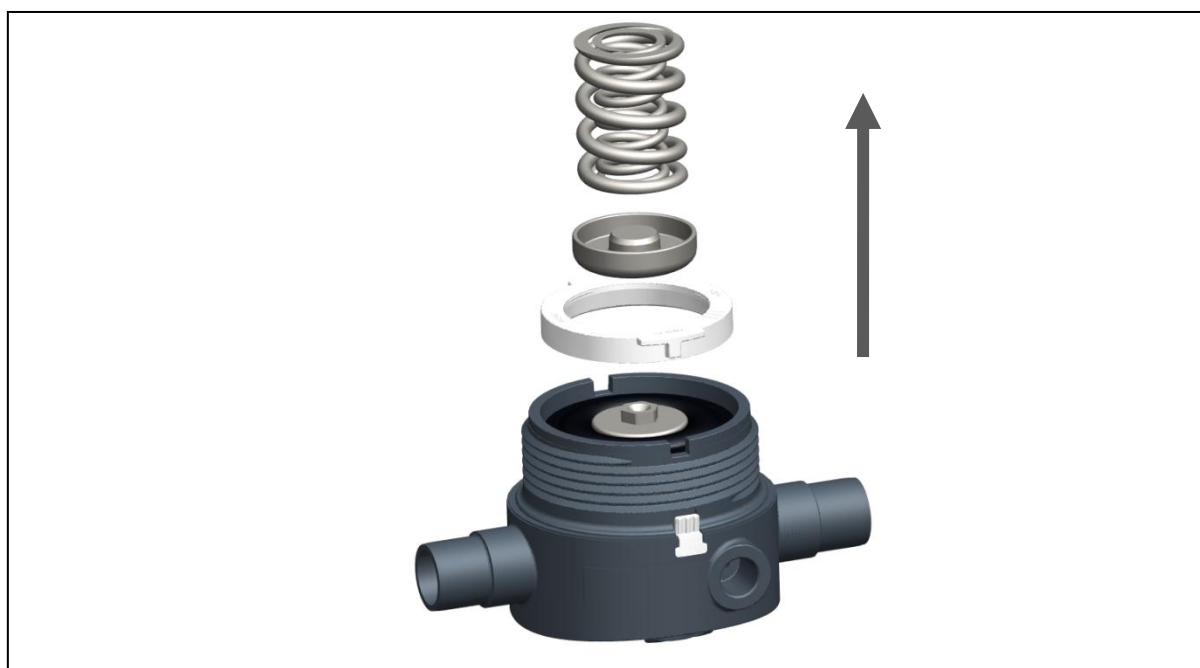

Fig. 8
- ▶ Enlever le compresseur, le ressort et l'anneau de blocage, voir Fig. 8